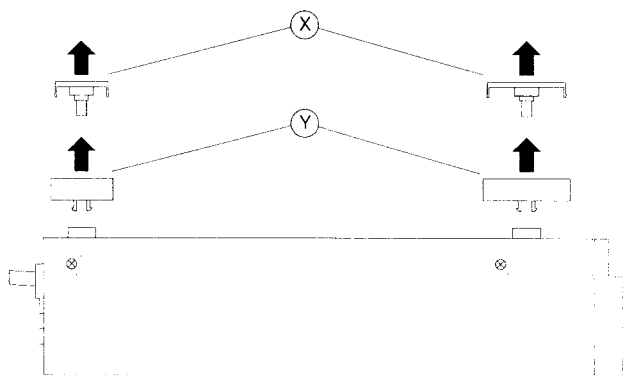
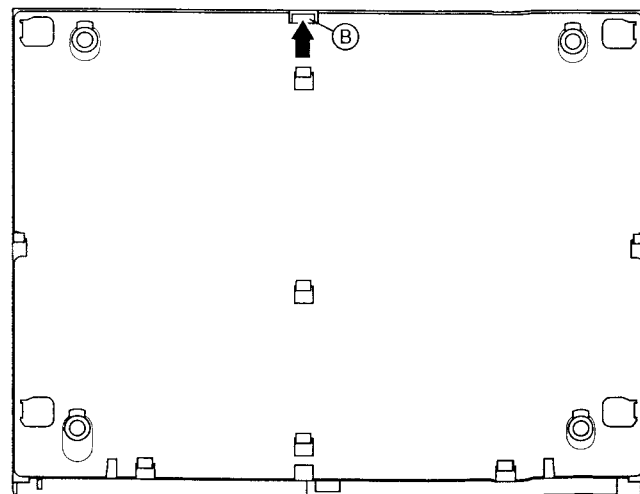

Fig. 2
Fig. 3
- Nur bei großen Gerätefüßen (Fig. 2)
- 4 Einlagen (X) mit Hilfe eines Schraubendrehers herausnehmen und anschließend die 4 Gerätefüße (Y) abziehen.
- Rastnase (B) lösen.
- Gehäuseunterteil in Pfeilrichtung schieben und abnehmen (Fig. 3).
- For recorders with large feet (Fig. 2)
- Take out the four inserts (X) by means of a screwdriver, then pull off the four feet (Y).
- Release the locking lug (B).
- Push the cabinet base in the direction of the arrow and remove (Fig. 3).